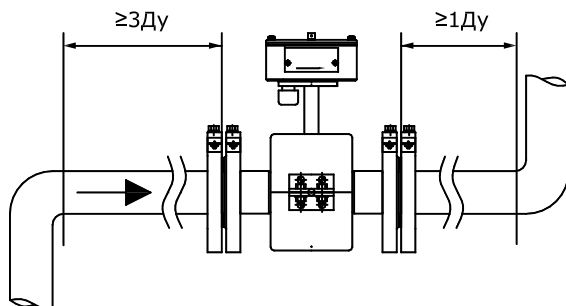

Рис. 8.4
8.2.5 Расходомер необходимо располагать в той части трубопровода, где пульсации и завихрения минимальные. При установке расходомера необходимо обеспечить прямолинейные участки трубопровода длиной не менее $3 D_u$ до и $1 D_u$ после ППР (см. рис. 8.4).